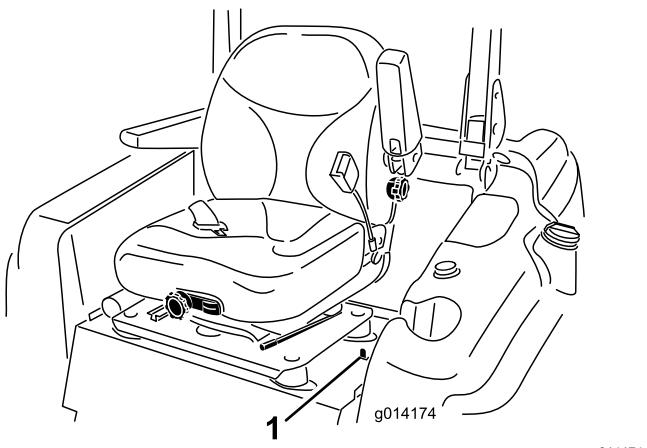

図 14
1. 運転席の左側に配置されている座席固定ラッチを後ろに倒すと、運転席全体を前に倒せるようになる(図14)。